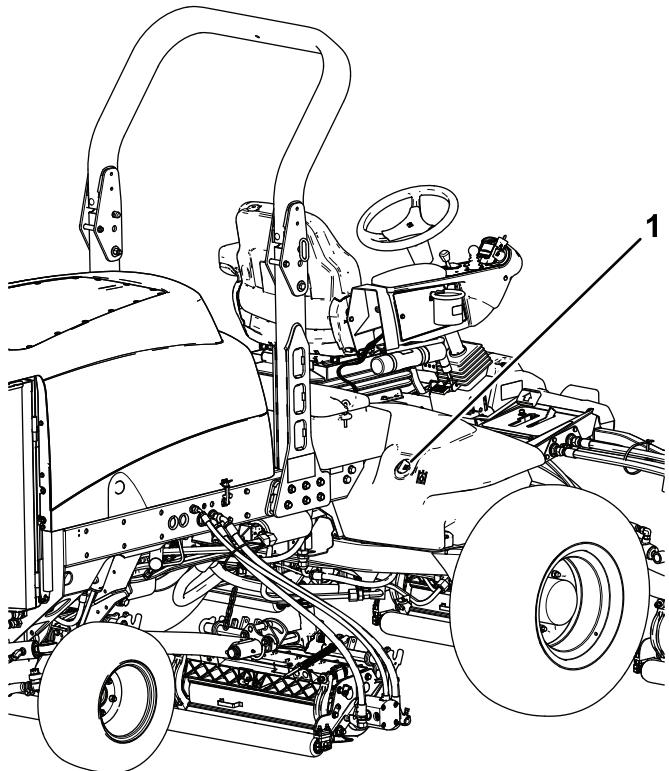

Figure 106
2. Nettoyez la surface autour du goulot et du bouchon de remplissage du réservoir hydraulique (Figure 106).